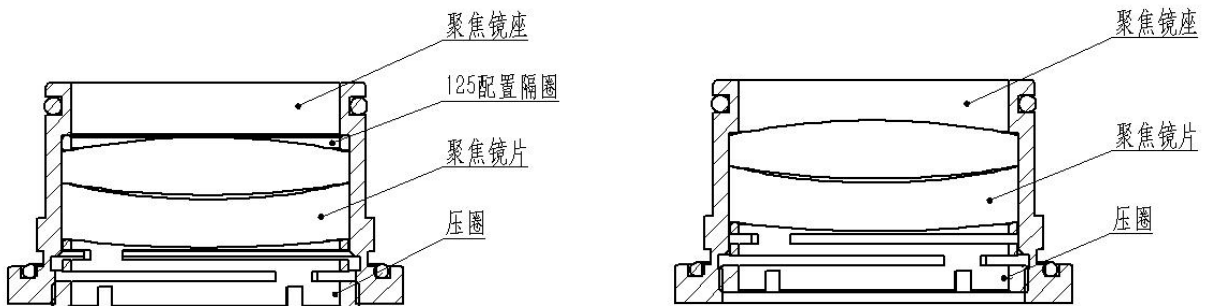

图 6.9 — 聚焦镜片安装示意图
- 按图 6.9 所示方向将聚焦镜片和弹簧压圈小心地安放到镜座内, 适当用力旋紧压圈；